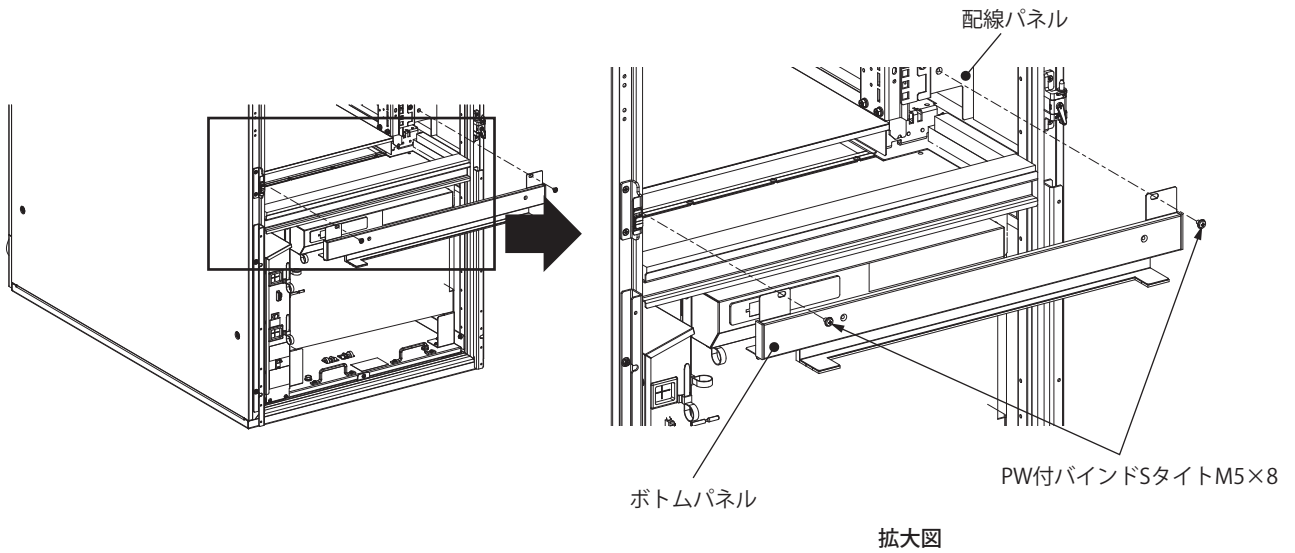

図22
- ②ボトムパネルを配線パネルにPW付バインドSタイトねじM5×8(2か所)で取り付けてください(図22)。